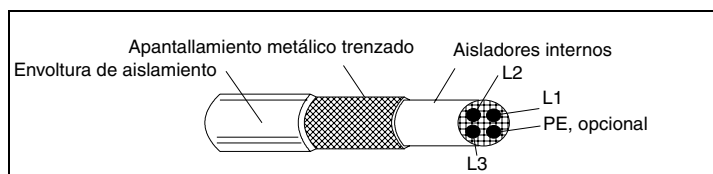

Figura 21 Apantallamiento del cable a motor efectivo (p. ej., Ölflex-Servo-FD 780 CP, Lappkabel o cables MCMK y NK).
La regla general para la eficacia del apantallamiento del cable es: cuanto mejor sea el apantallamiento del cable y más apretado esté, menor será el nivel de emisión de radiación. En la Figura 21 se muestra un ejemplo de una construcción efectiva.
* Según la Figura 21, se requiere un apantallamiento del cable a motor eficaz.
Para el ACS 141-4K1-1 y el ACS 143-4K1-1 se precisa un cable como el de la Figura 21.
Con los filtros de entrada ACS100-FLT-C o ACS140-FLT-C las emisiones conducidas cumplen con los límites de la clase de distribución no restringida del Primer Entorno (First Environment) tal como se especifica en la norma EN 61800-3 (EN 50081-1), siempre que el cable a motor disponga de un apantallamiento efectivo (véase la Figura 21) y su longitud máxima sea de 30 m.
Las longitudes del cable a motor deben limitarse según se especifica en la Tabla 10 y el cable debe disponer de un apantallamiento eficaz, según se especifica en la Figura 21. En el extremo del motor, el apantallamiento del cable a motor deberá estar conectado a tierra 360 grados con un casquillo para paso de cable EMC (p. ej. los casquillos para paso de cable apantallado Zemrex SCG).